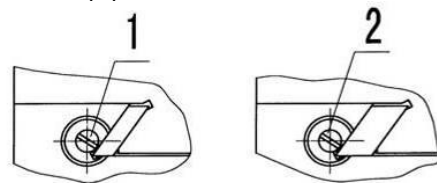

Рис.12
7.1.1 Регулировка клиновой планки, Рис.12: Ослабьте винт (1) со стороны меньшей клиновой планки, регулируйте зазор винтом (2) со стороны большей клиновой планки до тех пор, пока не будет ощущаться небольшое сопротивление при перемещении, затем затяните винт (1).